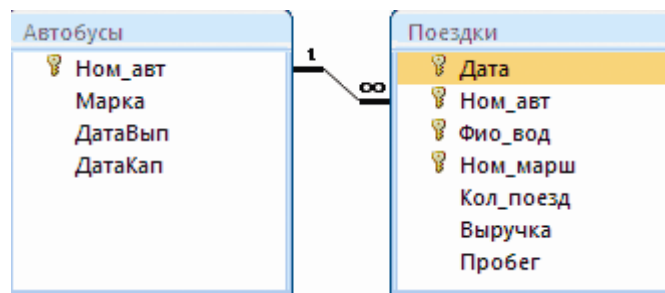

Рис. 15 – Схема данных
Между таблицами нужно установить следующие типы связей (рис. 15.). Для этого необходимо:
- установить связи между таблицами (рис. 15).